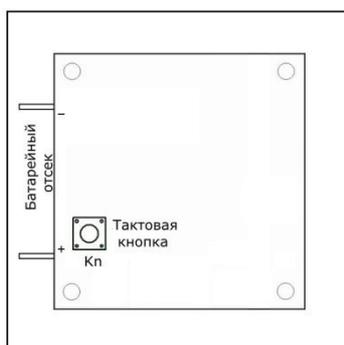

Рисунок 6.1. Плата радиокнопки МР-411Q3
2. Снять крышку и установить в батарейный отсек батарею питания типа 23А (рис.6.1).